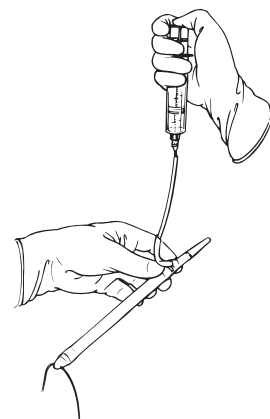

Рисунок 4-9
- Возьмитесь за заднюю часть цилиндра так, чтобы его передний конец смотрел вниз, поскольку это позволит заполнить сначала дистальную часть цилиндра (**рисунок 4-9**).